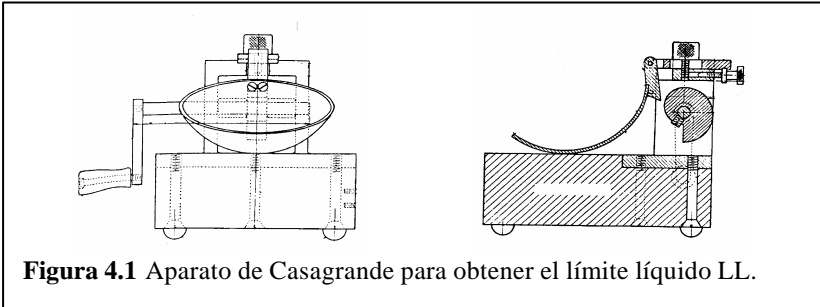

Figura 4.1 Aparato de Casagrande para obtener el límite líquido LL.
4.2 El límite líquido LL. Es el contenido de humedad ω_L requerido para que la muestra, en el aparato de Casagrande (Figura 4.1) cierre una ranura de $\frac{1}{2}$ " de amplitud, a los 25 golpes generados a la cápsula de bronce, con un ritmo de dos golpes por minuto (Ejercicio 5.1). Los valores corrientes son: para arcillas 40 a 60%, para limos 25 a 50%; en arenas no se obtienen resultados.